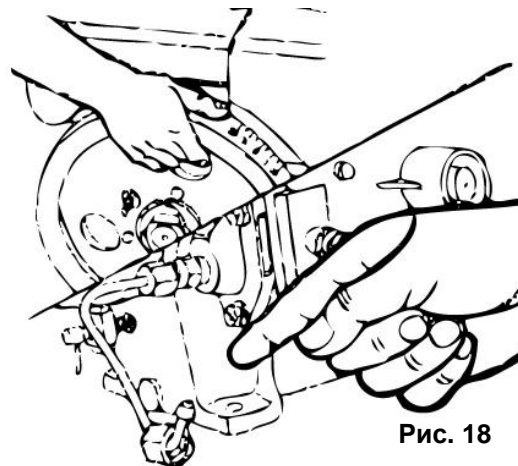

Рис. 18
- Аккуратно поворачивайте маховик в рабочем направлении вращения до тех пор, пока топливо не начнет вытекать из открытого конца топливной магистрали; проверьте, совпадает ли метка на бачке с меткой на краю маховика в пределах 20-24° от верхней мертвой точки (См. Рис.18).